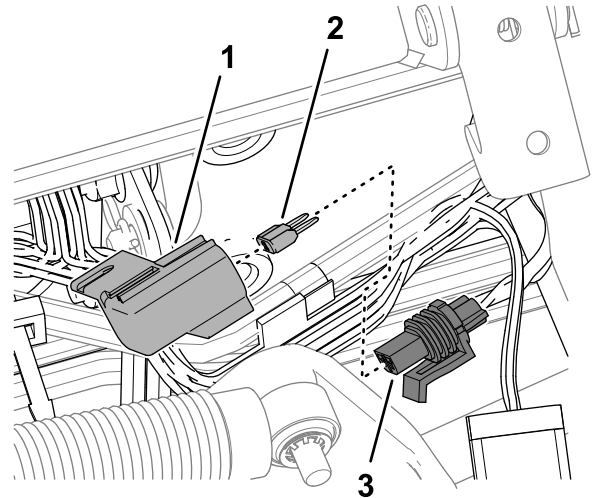

Figura 99
3. Retire el tapón del portafusibles en línea marcado 10 A FUSE TELEMATIC PWR (Figura 99).